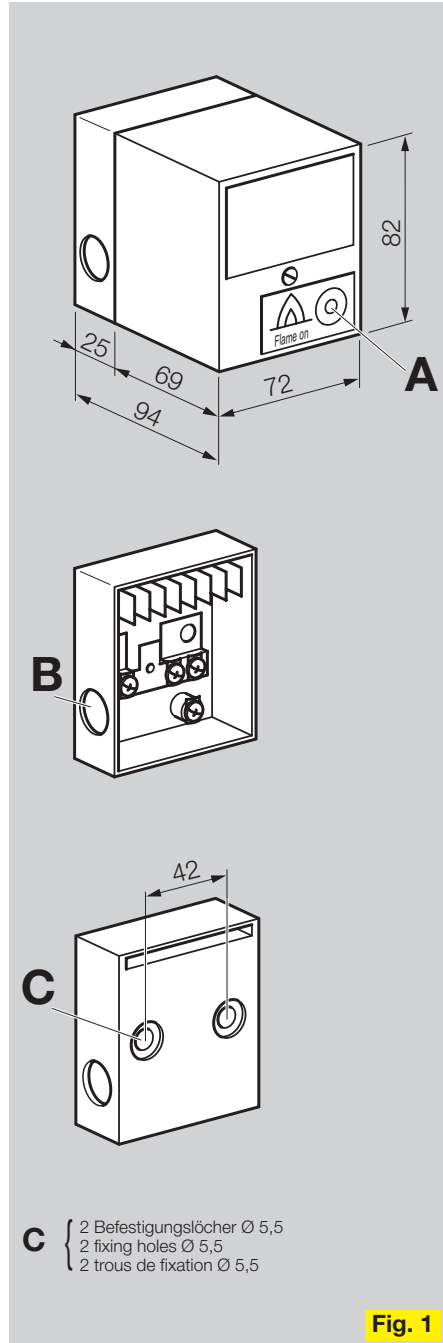

Fig. 1
Ausführung: (Fig. 1) Gehäuse aus schlagfestem Kunststoff. Oberteil steckbar mit Flammenverstärker und grüner LED (A) für Flammenmeldung. Stecksockel mit Anschlussklemmen, Erd- und N-Schiene 5 Durchbrüche für Pg 9-Verschraubung (B) vorbereitet.